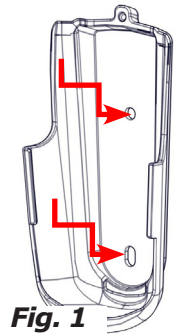

Fig. 1
- Instale el soporte en la pared. Marcar los agujeros superiores e inferiores del soporte (Fig. 1).